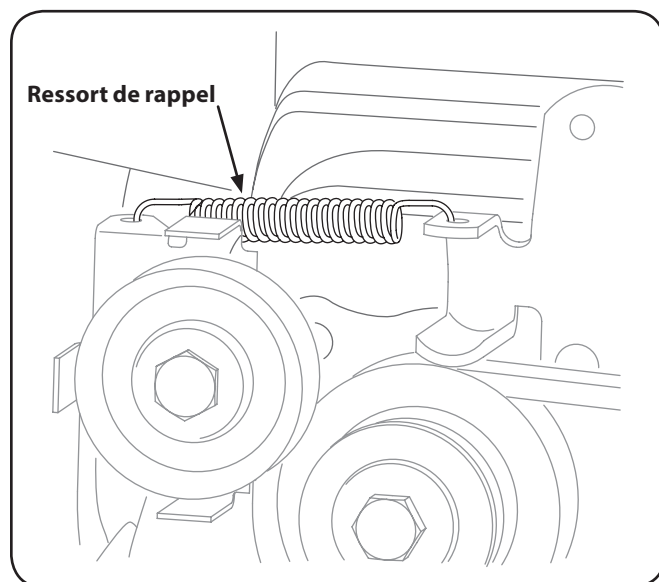

Figure 7-3
2. Enlevez le ressort de rappel. Voir Figure 7-3.